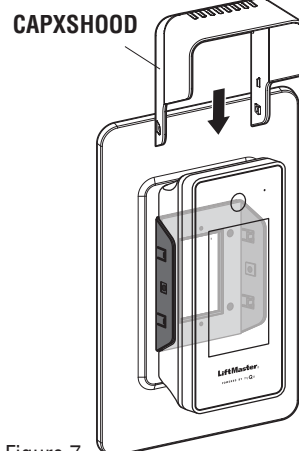

Figure 7
3. Place the CAPXS Hood. The side detent will fit into the Mounting Bracket recesses. (See Figure 7)
3. Placez le capot du CAPXS. Le cliquet latéral s'insère dans les évidements du support de montage. (Voir figure 7)